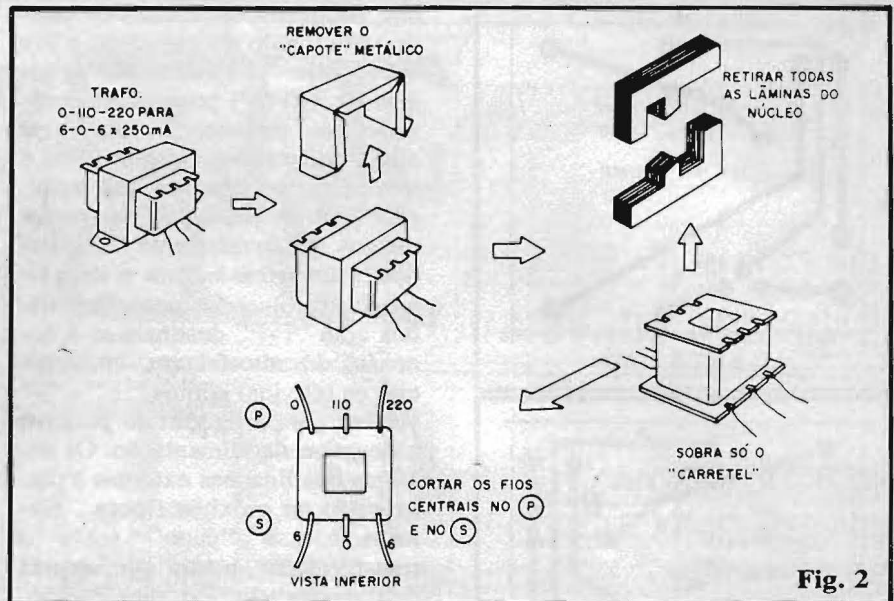

Fig. 2
- **FIG. 2** - O transformador utilizado no DEMP, tanto para a realimentação indutiva, quanto para o
dos terminais 0-110-220V) virado para o lado do capacitor, e seu secundário "S" (terminais originais de 6-0-6V) posicionado próximo ao transistor... Observem ainda que sequer existem furos e ilhas para as ligações dos terminais centrais de ambos os enrolamentos (já devidamente "amputados", conforme mostra o item final da fig. 2...). Os pontos marcados com "F-F" destinam-se à conexão do alto-falante, enquanto que os (óbvios) pontos "+" e "-" servem para a ligação do positivo e negativo da alimentação. Os detalhes das ligações externas à placa estão na próxima figura... Retornando ao "papo" sobre o transformador, notem que, depois de "desnudado", o dito componente fica suficientemente leve para que sua fixação à placa se dê unicamente pela própria soldagem dos seus fios/terminais! Convém, apenas, que os fios sejam cortados curtos, de modo que o "corpo" do carretel repouse bem junto à superfície da placa, ficando aí preso mesmo sem o auxílio de parafusos, porcas, etc. Quem quiser uma fixação bem "segura", poderá simplesmente aplicar um